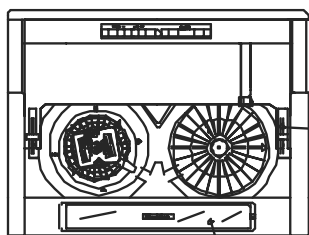

Fig. 2
Lådans framkant regleras i linje med skåpets framkant med hjälp av hakarna som sitter baktill på lådan. Vid reglering, lossa skruvarna "M", skjut hållarna "G" framåt eller bakåt och dra åt skruvarna "M" igen (Fig.2).
- Sätt i filtret "D" (Fig.2).
- Avlägsna plafonden "E" (Fig.2).
Ventilatoren kan monteres på kjøkkenskap med forskjellig dybde. Enden på ventilatorfronten kan lett stilles i flukt med kjøkkenskapet, ved å regulere stopperne bak på ventilatorfronten. Regulering skjer ved å løsne skruene "M", skyve beslagene "G" og stramme til skruene "M" (Fig.2) igjen.
-Sett i filteret "D" (Fig.2).